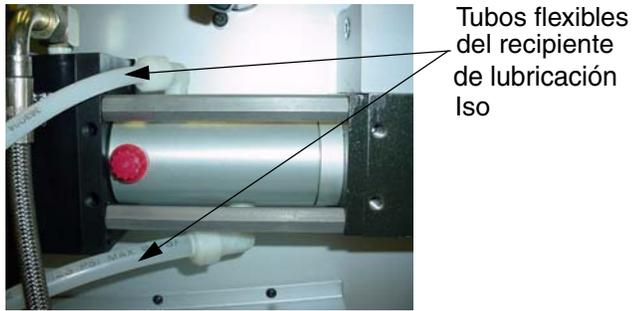

FIG. 14
5. Retire el recipiente de lubricante Iso de la línea de bombeo y desconecte los tubos flexibles del recipiente de lubricante Iso. Vea FIG. 14.
7. Conecte el nuevo recipiente de lubricante Iso. Vea la FIG. 14 de la página 8.